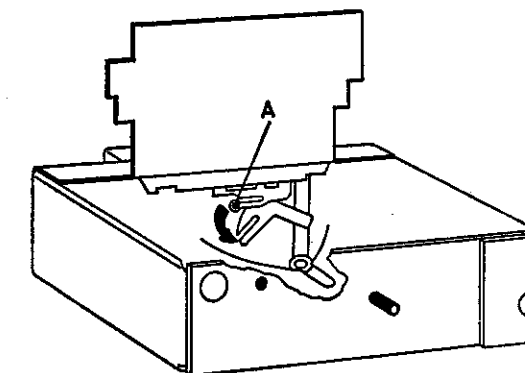

Fig. 5
- 5.12 Lors de l'assemblage il est impératif de veiller à ce que la masselotte "A", fig. 5, engène dans le guidage de l'aiguille du cadran et le commutateur H 2 dans l'entraîneur.
- 5.12 Durante el montaje es más importante de prestar atención de que el bulón "A", fig. 5, engatille en la guía de la aguja del dial y el conmutador H 2 en la pieza de arrastre.